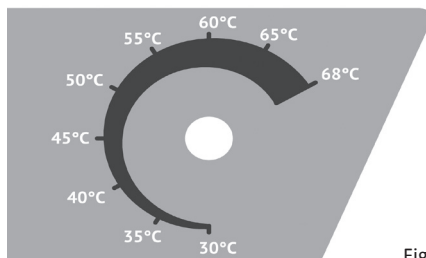

Fig. 1
Sett hovedbryteren på tørkemaskinen til posisjon (I). Nå begynner viften å rotere med maksimal hastighet. Nå kan innstillingsknappen (fig. 1) brukes for å variere driftstemperaturen i henhold til skalaen fra 30 °C til 68 °C. **Innstillingsknappen** virker direkte på luftstrømmen som regulerer temperaturen til termostaten. Når tørkeskapet er i gang høres et "klikk" hver gang termostaten setter i gang oppvarmingen.